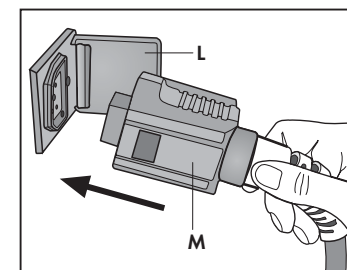

Fig. 8
- Abrir completamente la tapa (L) e introducir el empalme rápido (M) del tubo flexible en la toma del aparato, apretando a fondo (Fig. 8)